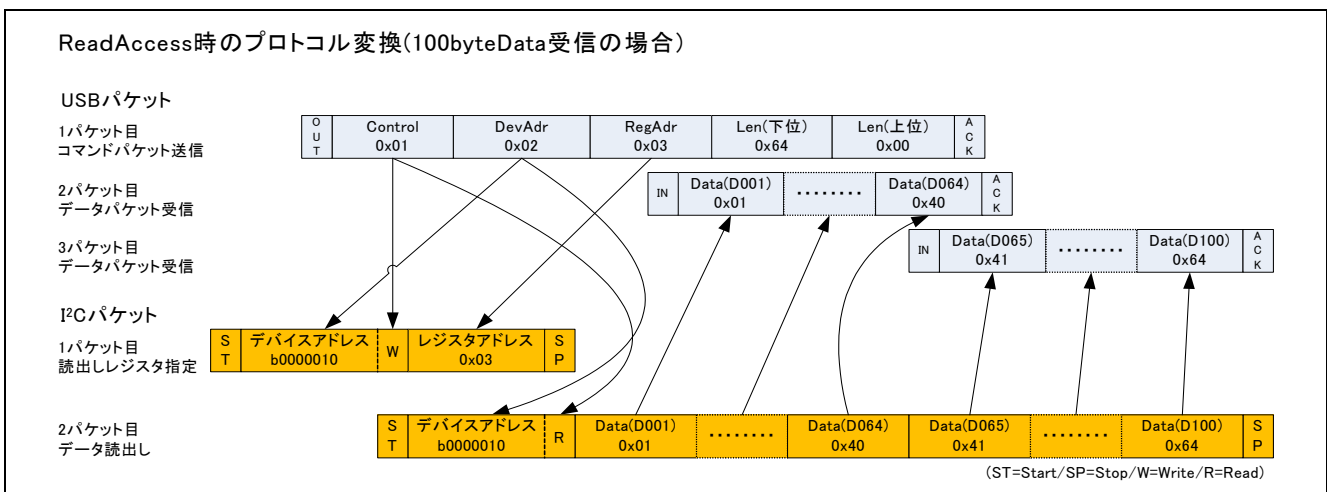

図 26 Read Access 時のプロトコル変換
- ・ I²Cデバイスからデータを読み出す場合は、仮想COMポートにRead Accessのコマンドパケットを出力し、仮想COMポートからデータパケットを受信してください。図 26にRead Access時のプロトコル変換を示します。